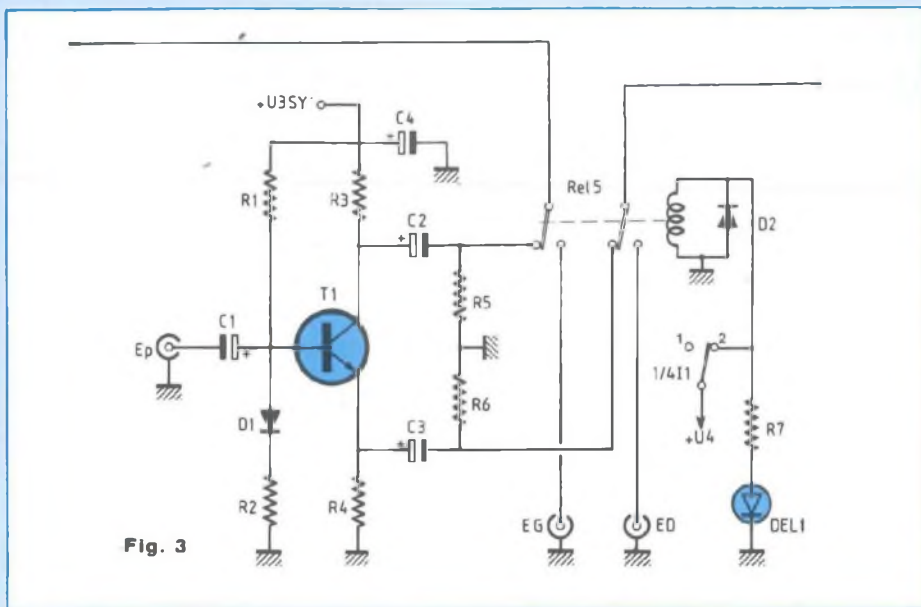
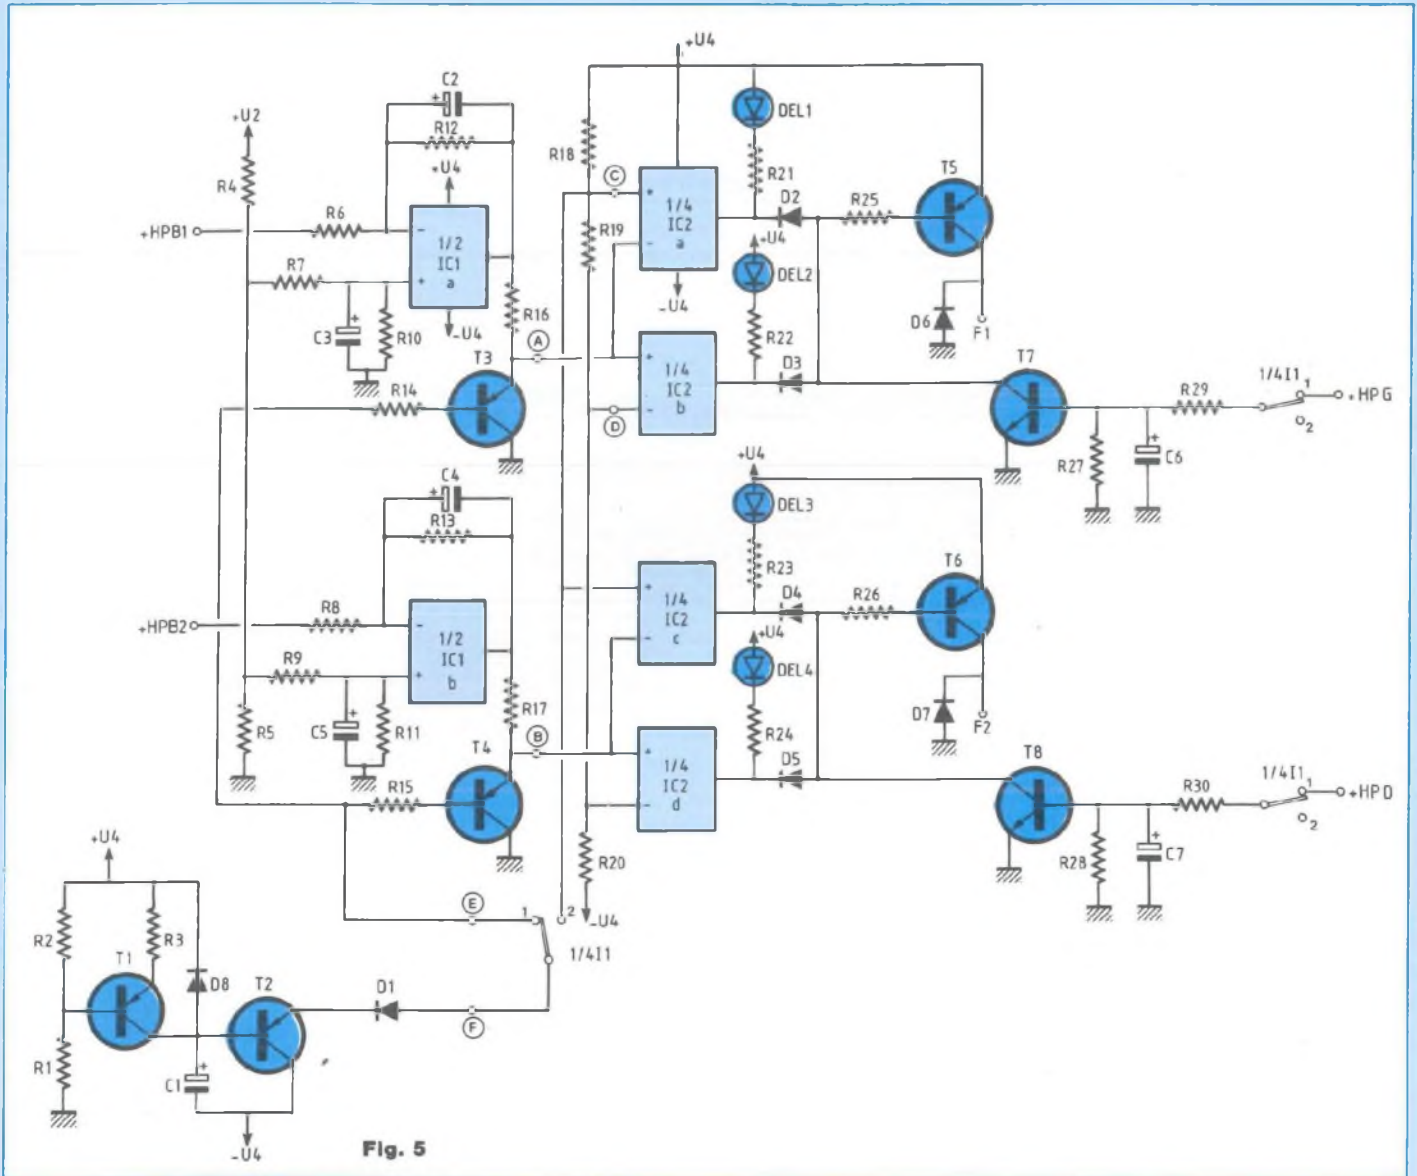

Fig. 3
Fig. 5
Visible également sur la figure 3 pour faciliter la compréhension générale de notre système, la structure du symétriseur se trouve dessinée en bas, du schéma. On ne peut plus simple, elle ne se compose que d'une cellule de déphasage, formée de R1, R2, R3, R4, R5, R6, C1, C2, C3, D1 et T1. Pour un bon fonctionnement de cet étage, qui implique une opposition de phase parfaite à 180 ° ainsi qu'une amplitude rigoureusement égale entre les deux signaux, il est nécessaire que R3 et R4 soient identiques. En partant de là, on obtient une amplification de 1 en attaquant directement la base de T1 par le signal d'entrée. Sachant d'autre part que la sensibilité des blocs amplis est, dans le pire des cas de 3 Veff, il faut
Pour ce qui est de D3 et D5, ces deux diodes permettent de décharger C2 et C7 lorsque l'alimentation est coupée. Pour terminer, on précisera que cette structure est absolument indispensable pour ne pas détruire l'étage amplificateur en courant de la carte, figure 3. En effet, en observant la partie R10, R11, R12, R13, R14, R15, D1, C5, T7, T8, T9 et T10, on peut remarquer qu'une mise sous tension instantanée provoquerait un courant de base, dans T7 et T9, très élevé pour charger C5. En conséquence, il y aurait destruction des deux jonctions émetteur-base. Ce système permet une mise en
Inutile pour une utilisation en stéréo, la temporisation est absolument obligatoire pour le montage en pont. En effet, il y a des pointes de plus de 80 V continu à la mise sous tension, ce qui peut être destructeur pour l'enceinte. De structure assez modeste, elle fait l'objet de la figure 5. La temporisation est extrêmement simple et ne se compose que de R1, R2, R3, C1, D1, D10, T1 et T2. L'ensemble forme un générateur qui charge un condensateur C1 à courant constant, en une vingtaine de secondes environ. D10 permet la décharge de C1 lors de la coupure de l'alimentation. T2 sert de suiveur pour que les autres circuits n'affaiblissent pas le courant du générateur, ce qui pourrait empêcher la charge de C1. L'interrupteur I1 étant en position 1, la temporisation sature T3 et T4 jusqu'à ce qu'elle ait terminé son action, à partir de la mise sous tension. De là, on force à 0V les entrées + et - de IC2, repérées par (A) et (B). Analysons le fonctionnement des comparateurs. Reliés deux à deux, ils forment deux comparateurs à fenêtre (pour a et b et c et d). Deux références de tensions sont fixées aux points (C) et (D). Elles sont les images des ddp continues à ne pas dépasser, éventuellement recueillies en sorties des amplis, et qui s'élèvent à + 0,64 V et - 0,64 V. De ce fait, comme on a 0 V en (A) et (B), toutes les sorties de IC2 sont à l'état haut. T5 et T6 sont alors bloqués, REL3 et REL4 (voir figure 3) sont au repos, ce qui permet à C11 de se charger en douceur au travers des haut-parleurs. S'il intervenait un problème quelconque qui fasse qu'une composante continue apparaisse sur le + de C11, T7 (ou T8 selon la voie incriminée) se saturerait, provoquant celle de T5 (ou T6) qui activerait REL3 et REL4 pour couper la sortie. En effet, T7 et T8 fonctionnent en émetteur commun, une charge positive sur leurs bases les fait se saturer. C'est ce qui se passerait ici grâce aux atténuateurs filtrants que sont
R29, R27 et C6 (ou R30, R28 et C7) qui court-circuitent les signaux dynamiques pour ne laisser passer que le continu. Maintenant, lorsque +HPB1 et +HPB2 sont à U2/2 et que la temporisation a terminé son action, 1/2IC1a et 1/2IC1b surveillent étroitement le fonctionnement des amplis 1 et 2. Une dérive de ± 5 V est tolérée pour +HPB1 et +HPB2. Passé ce cap, l'alerte est donnée et les enceintes sont déconnectées. Le système est simple et fait appel à deux structures différentielles atténuatrices (pour que IC1 puisse fonctionner, dans sa gamme de tension d'alimentation de ± 12 V) et filtrantes (pour ne traiter que le régime statique). Les tensions +U2/2 et +HPB1 sont comparées par les entrées + et - de 1/2IC1a. Un écart de ± 5 V se traduit par une variation de $\pm 0,64$ V en sortie de 1/2IC1a, qui fait alors basculer 1/4IC2a ou 1/4IC2b (cela dépend du sens de variation) au \emptyset L, sature T5, fait commuter REL3 et REL4 qui coupent l'enceinte. A noter que dans ce mode, T7 et T8 ne servent qu'à la mise sous tension, en cas d'urgence. Maintenant, en configuration pontée, les choses se passent autrement. Effectivement, il ne faut pas que le haut-parleur se trouve raccordé à la mise sous tension, et ce pour les raisons évoquées en début de chapitre. L'interrupteur étant basculé en position 2, le circuit de temporisation tire le point (C) à -U4 au départ. Par conséquent IC1a et b n'ont plus aucune influence et les sorties de IC2a et c se retrouvent au \emptyset L. T5 et T6 commutent, activent REL3 et REL4 et de ce fait la charge est hors service. Les secondes passent, les potentiels s'équilibrent et se stabilisent tandis que le potentiel de temporisation augmente. Arrivé à + 0,64 V, D1 se bloque, si tout se passe normalement (+HPB1 et +HPB2 # + U2/2) alors IC2a et IC2c repassent à l'état haut, bloquant T5 et T6. Ainsi, REL3 et REL4 retrouvent leur point de repos et le H.P. est connecté. Simple non ? I1 en position 2 implique aussi que T7 et T8 soient complètement désactivés et que REL1 aiguille bien les entrées des deux blocs amplis vers le symétriseur, tout en allumant une petite diode led DEL1, qui informe l'utilisateur que le système est ponté (fig. 3). En ce qui concerne les diodes D2, D3, D4 et D5, elles permettent de rendre les sorties de IC2 indépendantes. Chaque couple (D2, D3 et D4, D5) forme un "OU" logique. Grâce